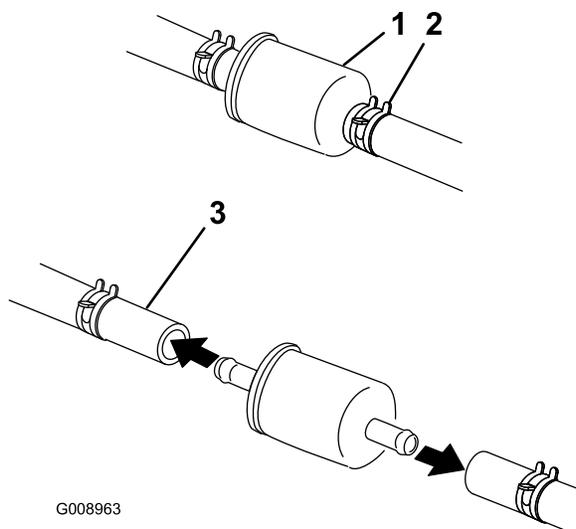

Figure 49
3. Nettoyez la surface autour du bouchon du réservoir de carburant pour éviter que des débris ne tombent à l'intérieur du réservoir (Figure 49).
4. Pincez les extrémités des colliers et faites glisser ceux-ci pour les éloigner du filtre (Figure 49).